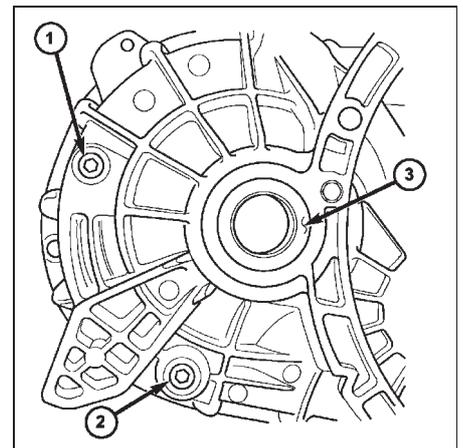

Рис. 26. Сливная и заливная пробки КПП. 1 - заливная пробка, 2 - сливная пробка, 3 - сальник правого приводного вала.
(9) Отверните верхние болты крепления картера сцепления к блоку двигателя.
(10) Поднимите автомобиль.
(11) Отверните сливную пробку КПП и слейте масло в подходящую емкость (рис. 26).